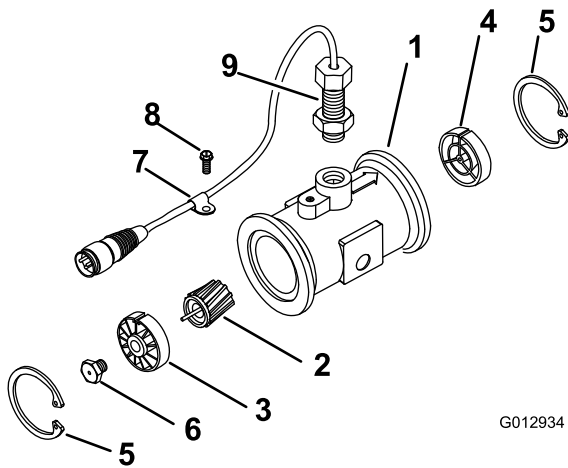

Figura 59
3. Retire el anillo de sujeción del lado “aguas arriba” (Figura 59).